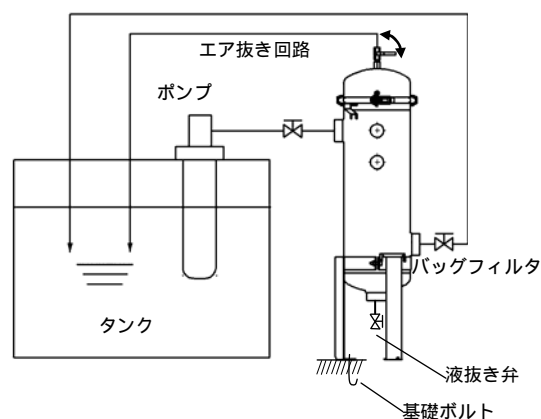

図 4-1. 循環ろ過回路例
- ・フィルタに対する圧力及び流量変動の少ない回路(図 4-1 参照)で使用してください。